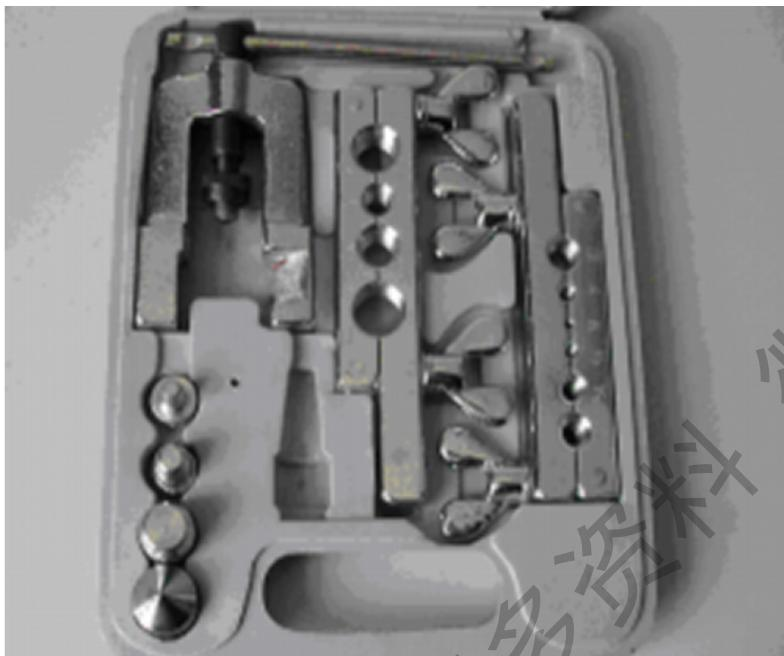

图2-34 胀管器(扩口器)
- **(1) 扩口器:** 用于为铜管扩喇叭口，以便通过配管将分体式空调器室内外机组连接起来，扩口时，先将退火的铜管套上连接螺母，然后将铜管放入夹管钳相应的孔径内，铜管露出夹钳的高度为铜管直径的五分之一，拧紧夹管钳两端的螺母，用扩口顶压器的锥形头压在管口上，顺时针缓慢旋转螺杆，将管口挤压成喇叭口，如图所示：
- **(2) 胀管器：**两根铜管对接时，需要将一根铜管插入另一根铜管中，这时往往需要将被插入铜管的端部的内径胀大，以便另一根铜管能够吻合地插入，只有这样才能使两根铜管焊接牢固，并且不容易发生泄漏，胀管器的作用就是根据需要对不同规格的铜管进行胀管。胀管时，首先将退火的铜管放入管钳相应的孔径内，铜管伸出夹管钳的长度随管径的不同而有所不同，管径大的铜管，胀管长度应大一点，管径小的铜管，胀管长度则小一点，对于Φ8的铜管，一般胀管长度为10mm左右，拧紧夹管钳两端的螺母，使铜管被牢固地夹紧，插入所需口径的胀管头，顺时针缓缓旋转胀管器的螺杆，胀到所需长度为止，胀管器实物如图2-34